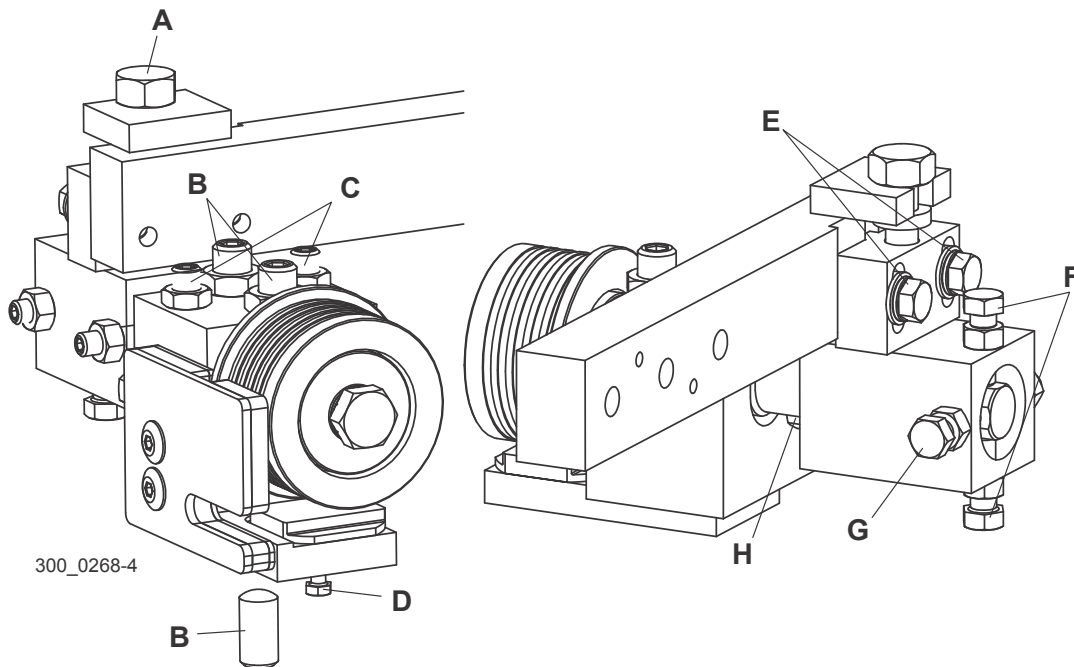

FIGURA 3-36
Vea la Figura 3-36. Guías estándar de rodillo/bloque: Gire el perno del conjunto de guíasierra (A) en el sentido de las agujas del reloj para mover el rodillo de guía hacia arriba alejándolo de la hoja de sierra. Afloje los tornillos (F) y (G) y mueva el conjunto de guía hacia atrás alejándolo de la hoja de sierra.